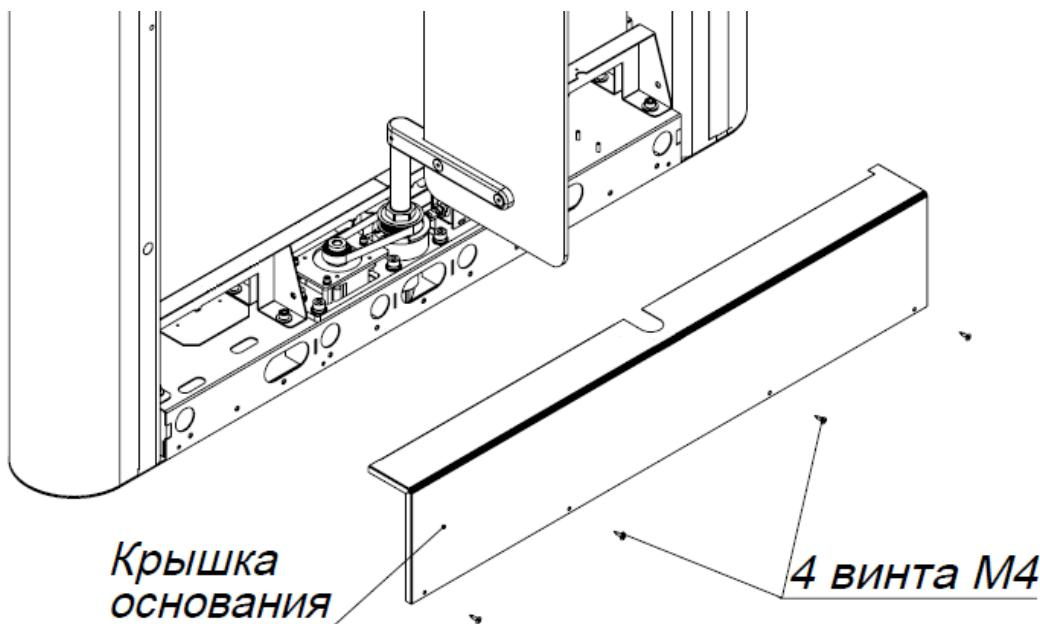

Рис. 1.
3.2. Для того чтобы получить доступ к необходимым узлам турникета нужно снять крышку основания, выкрутив винты M4 (рис. 1).